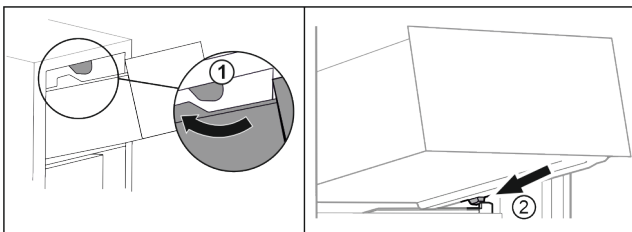

Fig. 69
- ▶ Lirka utdragslåda kring de övre stoppklackarna. Fig. 69 (1)
- ▶ Sätt utdragslåda i vinkel på behållarens galler bakom de nedre stoppklackarna. Fig. 69 (2)